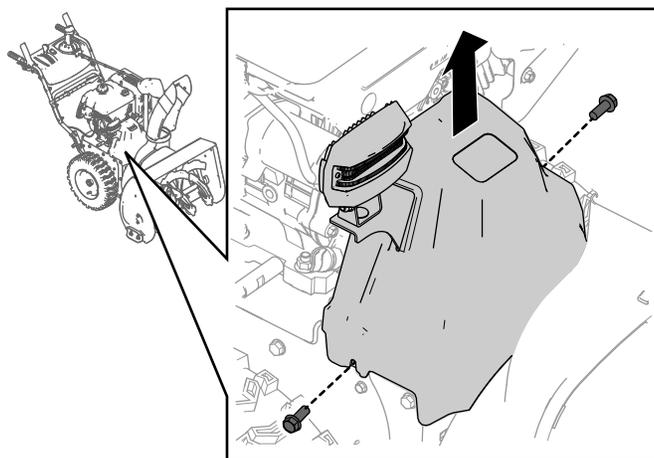

Рисунок 27
1. Отверните 2 винта крепления крышки ремня (**Рисунок 27**) на месте.
2. Снимите крышку ремня (**Рисунок 27**).